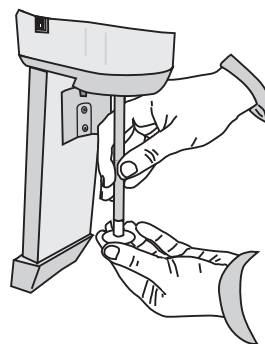

Fig. 17
! 1ère utilisation: rincer à l'eau courante tous les éléments en contact avec les aliments : l'agitateur et le bol (pour démonter les différents composants voir Fig. 17).
- 9 Pour changer l'agitateur, saisir avec une main l'arbre moteur et avec l'autre dévisser l'agitateur (Fig. 17).